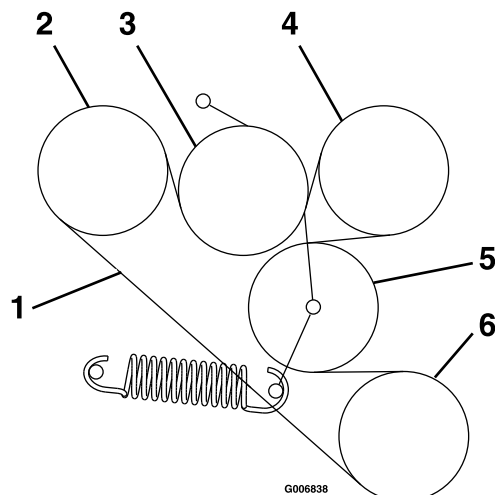

Figure 52
6. Acheminez la courroie neuve sur les poulies comme montré sur l'autocollant situé au dos de la protection d'entraînement gauche (Figure 52).